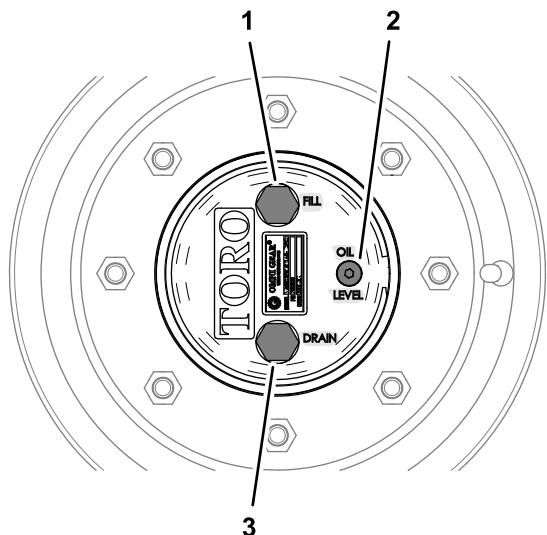

図 96
1. 水平な床面で、補給プラグが最高位置時計の 12 時の位置、点検プラグが 12 時、ドレンプラグが最低位置 6 時の位置にくるように駐車する 図 96。
1. 水平な床面で、補給プラグが最高位置時計の 12 時の位置、点検プラグが 12 時、ドレンプラグが最低位置 6 時の位置にくるように駐車する図 96 プラネタリギアオイルの点検 (ページ 66)を参照。